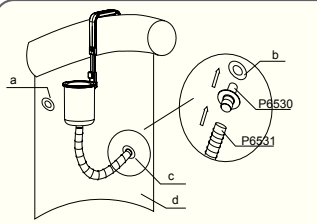
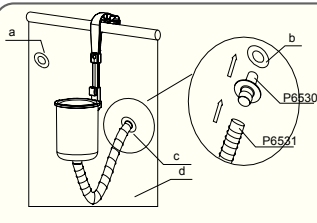

Fig. 10 / Abb. 10 / Kuva. 10 / EIK. 10 / Pvc. 10 / Rys. 10 / 10. Ábra
Fig. 11 / Abb. 11 / Kuva. 11 / EIK. 11 / Pvc. 11 / Rys. 11 / 11. Ábra
1. For pool equipped with stopper plugs: remove the plug from inside of the pool's outlet valve and insert the hose adapter (P6530). Connect the hose (P6531) to the hose adapter (P6530). (See Fig. 10 and See Fig. 11)
1. Para as piscinas equipadas com buíços: remova o buíço de dentro da válvula de saída da piscina e insira o adaptador da mangueira (P6530). Ligue a mangueira (P6531) ao adaptador da mangueira (P6530). (Veja Fig. 10 e Fig. 11)
1. Para piscinas equipadas con tapones de tópe: quite el tapón desde dentro de la válvula de salida de la piscina e introduzca el adaptador de la mangueira (P6530). Conecte la mangueira (P6531) al adaptador de la mangueira (P6530). (Vea Fig. 10 y Fig. 11)
1. Für Pools mit Stopfen-Ausstattung: Entfernen Sie den Stopfen aus dem Pool-Ablassventil und stecken Sie den Schlauchadapter (P6530) ein. Schließen Sie den Schlauch (P6531) an den Schlauchadapter (P6530) an. (Siehe Abb. 10 und siehe Abb. 11)
1. Voor zwembaden uitgerust met stoppen: haal de stop uit de uitlaatklep van het zwembad en monteer de slangadapter (P6530) op de uitlaatklep van het zwembad op de slangadapter (P6530). (Zie Fig. 10 en Zie Fig. 11)
1. Per piscine con tappi di chiusura: rimuovere il tappo dalla valvola di uscita della piscina e inserire l'adattatore per tubo flessibile (P6531) all'adattatore per tubo flessibile (P6530) al relativo adattatore (P6530). (Vedere Fig. 10 e 11).
1. Pour les piscines équipées de bouchons d'arrêt: enlevez le bouchon de l'intérieur de la valve d'évacuation de la piscine et insérez l'adaptateur de tuyau (P6530). Fixez le tuyau (P6531) à l'adaptateur (P6530). (Voir Fig. 10 et Fig. 11)
1. Для бассейна с комплект: выньте пробку из выпускного клапана бассейна и вставьте переходник шланга (P6530). Присоедините шланг (P6531) к переходнику шланга (P6530). (См. Рис. 10 и 11)
1. W przypadku basenu wyposażonego w korki zatykające: usuń zatykacz z zaworu spływowego i włóż złącze węzła (P6530). Podłącz węzł (P6531) do złącza węzła (P6530). (Zob. Rys. 10 i Rys. 11)
1. För pooler som är utrustade med stoppluggar: ta bort stoppluggen från insidan av poolens utmatningsventil och sätt i slangadaptern (P6530). Koppla slangen (P6531) till slangadaptern (P6530). (Se Fig. 10 och Fig. 11)